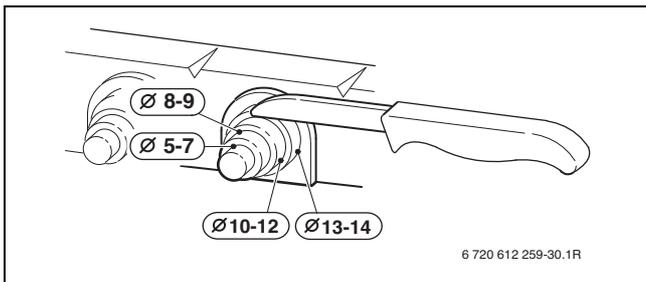

Fig. 18
- Svitare le viti di fissaggio ed estrarre la copertura posteriore (→ fig. 18 17).